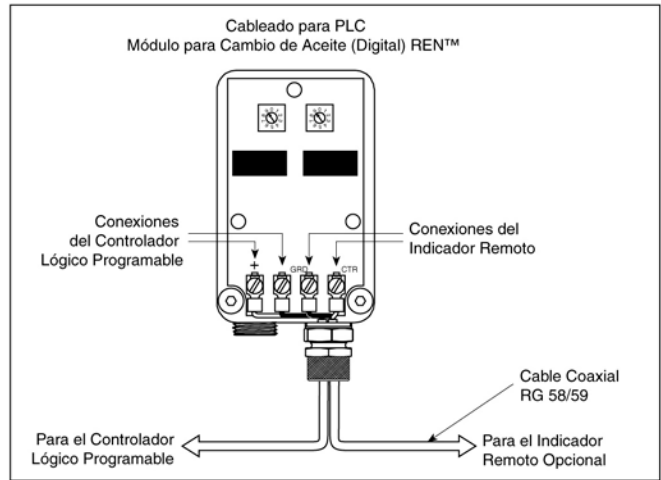

Figura 5- Conexión Típica para un PLC
**Paso 3** – Para conexión al PLC, la malla del cable deberá ser conectada según indicado en la Figura 5.